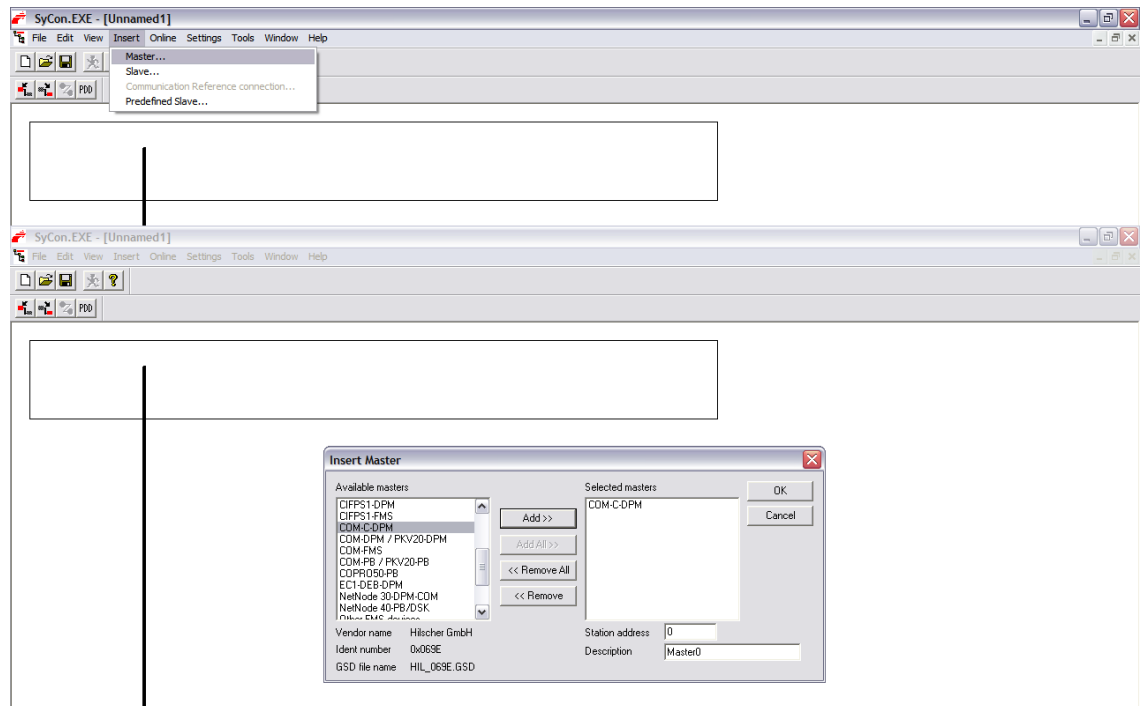

Figura 3.1.1 – Exemplo de configuração no SyCon (definindo o Mestre)
- 4) Neste diálogo mova a barra de rolagem (*Available Masters*) e clique em COM-C-DPM e logo em seguida em *Add>>* (observe Figura 3.1.1);